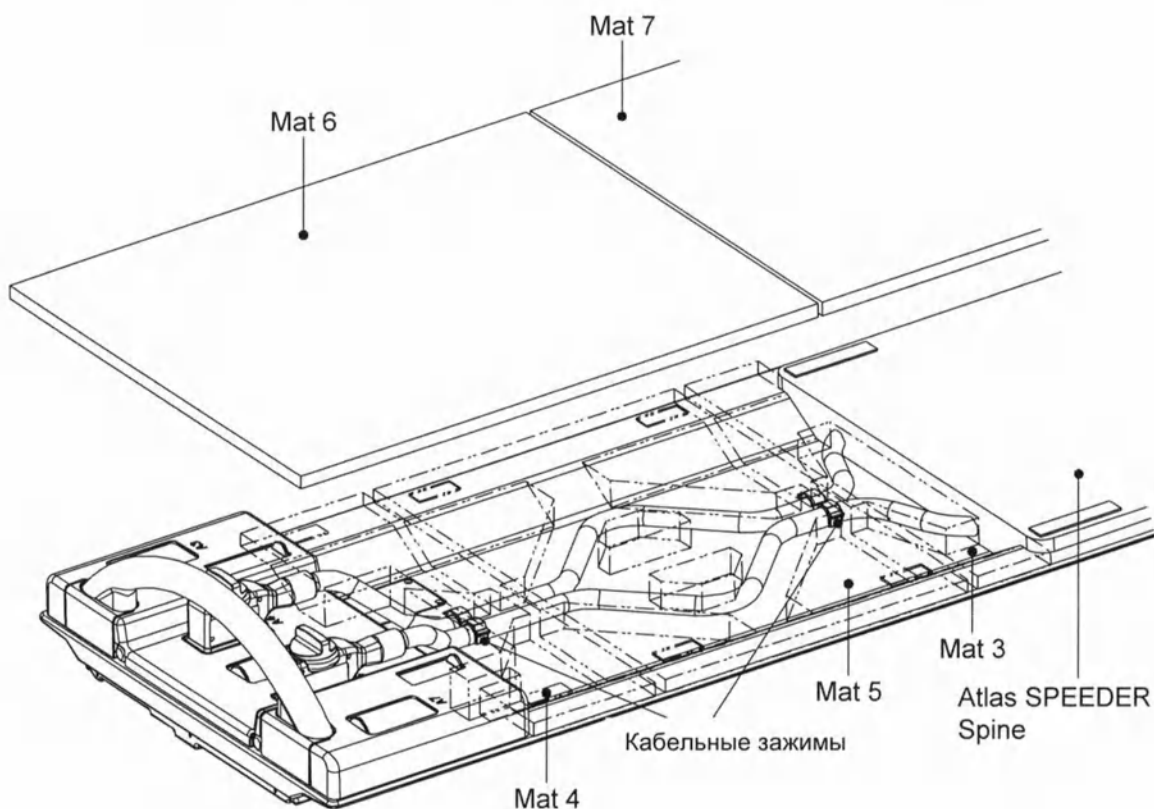

Рисунок 6.5-4 Установка Atlas SPEEDER Spine в секции 4
- (1) Рисунок 6.5-4 показывает прокладку кабеля, когда Atlas SPEEDER Spine расположена в секции 4. В этом статусе, закрепите два кабеля вместе в двух точках, используя поставляемые клипсы, как это показано на рисунке, для упрощения расположения кабелей при смене положения катушки.